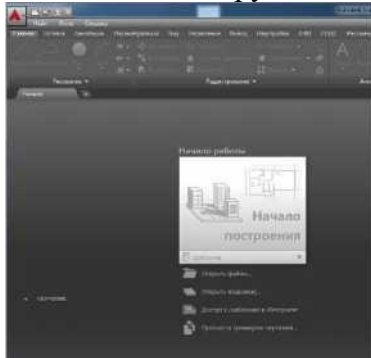

Рис. 1
2. AutoCAD загрузит свое меню и выведет на экран стартовое окно (рис. 1).